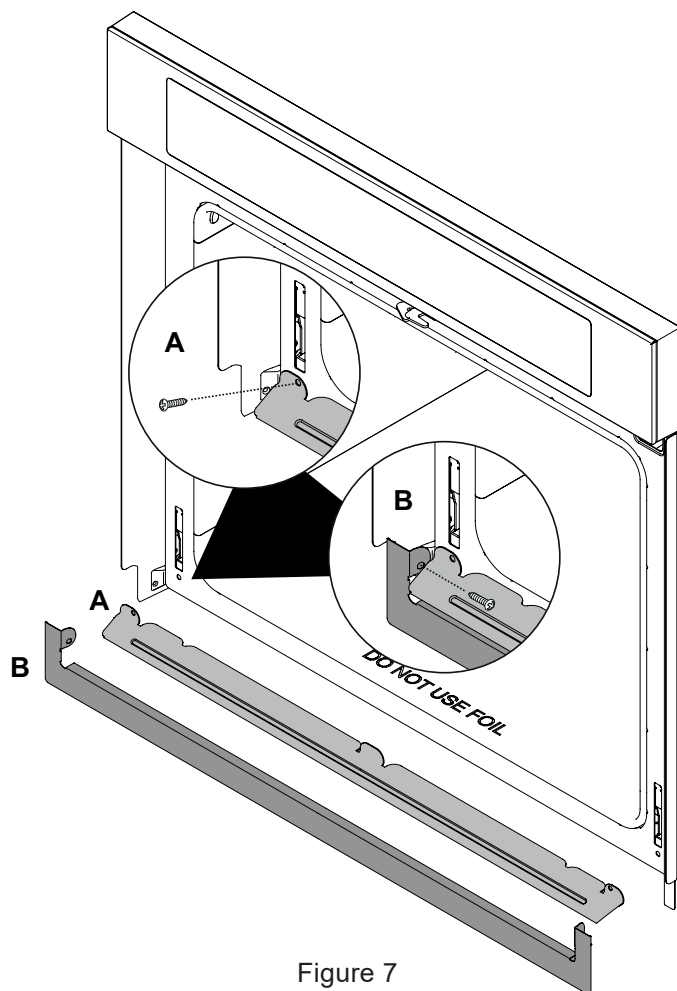

Figure 7
A. Placez le déviateur d'air (A) en place, comme indiqué sur la figure 7. Alignez les emplacements des vis et fixez les deux extrémités.
8. B. Placez la garniture de couleur assortie (B) comme indiqué. Alignez les emplacements des vis et fixez les deux extrémités.